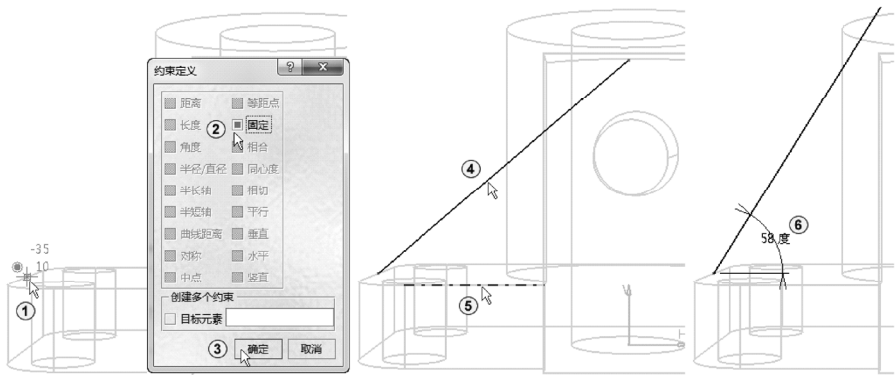

图 3-49 绘制斜线
从特征树中选择“zx 平面”，单击“草图”按钮，进入草图绘制模式。单击“直线”按钮，在工作区中捕捉（-35，10）的点，如图 3-49 中①所示。绘制出 1 条斜线。在工作区中捕捉（-35，10）的点，如图 3-49 中①所示，单击“对话框中定义的约束”按钮，在弹出的“约束定义”对话框中选择“固定”，单击“确定”按钮，如图 3-49 中②③所示。单击“约束”按钮，选择斜线和水平线，标注尺寸，如图 3-49 中④～⑥所示。单击“退出工作台”按钮。